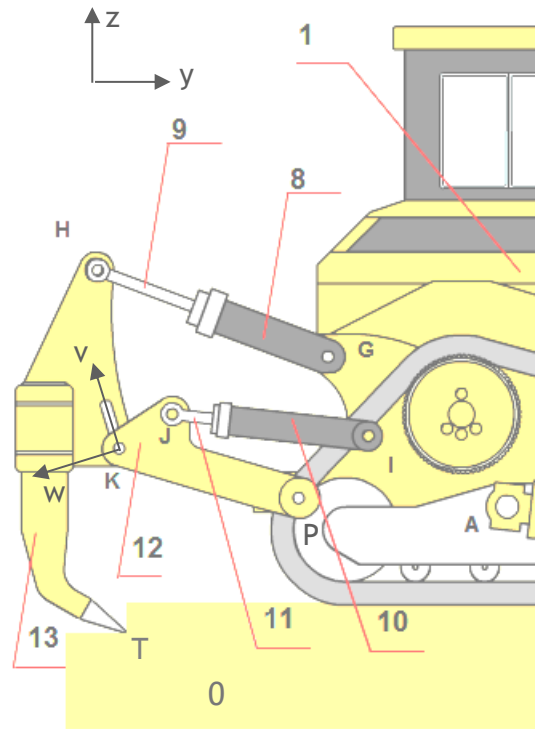

Figure 3
Une représentation partielle de la partie arrière de ce bulldozer est donnée en figure 3. Le mouvement de la griffe 13 est obtenu grâce aux vérins hydrauliques 8+9 et 10+11. Les liaisons aux points G, H, I, J, et P sont des liaisons pivot d'axes parallèles à la direction x. En K, un petit cylindre d'axe (K, x), lié à la pièce 12, glisse dans une rainure de la griffe 13.
- Le système est supposé en équilibre dans la position décrite sur la figure 3.